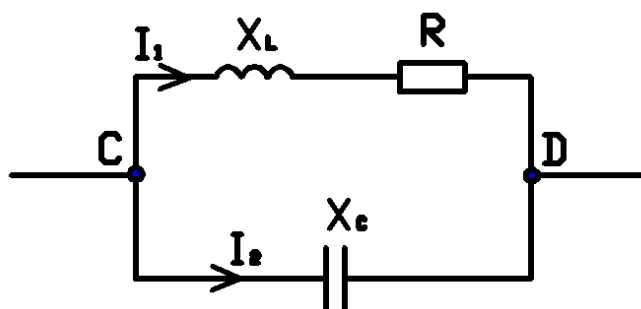

Рис. 5.1
4. Определить для электрической схемы синусоидального переменного тока (напряжения), приведённой на рис. 5.1, угол сдвига фаз между напряжением и током на участке CD, а также построить в соответствующем масштабе на комплексной плоскости векторную диаграмму токов и напряжений при следующих данных электрической цепи: